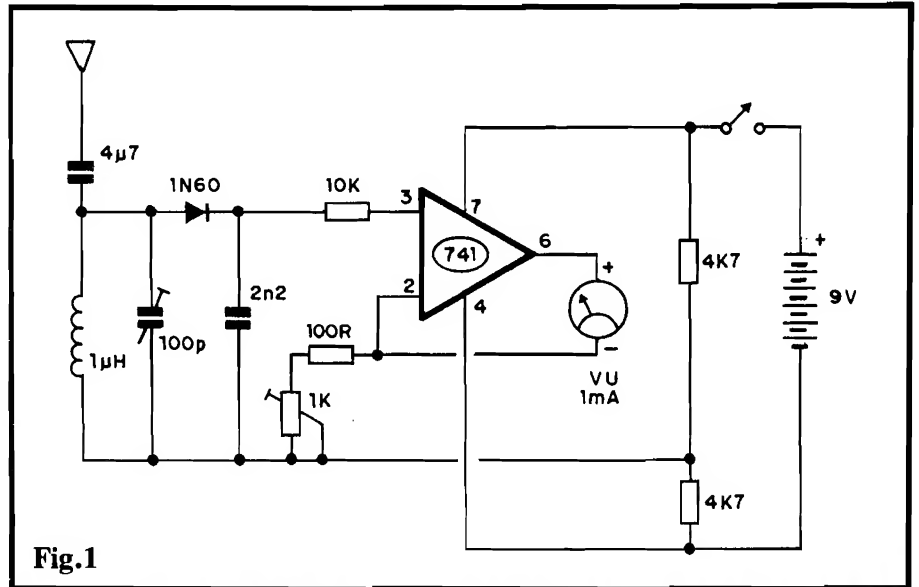

Fig.1
- **FIG. 1 - O CIRCUITO** - Absoluta simplicidade, para manter a quantidade de componentes e a complexidade num mínimo absoluto, além de conter o custo dentro de faixa aceitável... Essa é a principal marca do circuito, porém sem perda das desejadas sensibilidade, praticidade e validade... Um "toquinho" de antena (15 a 25 cm.) recebe os sinais emitidos pela estação de PX e os envia (através do capacitor de $4\mu 7$) a um arranjo sintonizável L-C (bobina/trimmer) parametrado para abranger toda a "região" pretendida de Frequências... Facilitando bem as coisas para o Leitor/Hobbysta/"pexiszeiro", a bobininha nem precisará ser "feita em casa", já que trata-se de um micro-choque comercial, de 1 uH, encontrável em qualquer loja de componentes a preço "maneiro"... Quanto ao capacitor variável, não passa de um trimmerzinho cilíndrico (tipo "Dau"), também de baixo custo e fácil aquisição. O diodo de germânio 1N60 (outro, de germânio, também poderá ser usado, sem problemas...) retifica e demodula o sinal e, após a passagem pelo filtro oferecido pelo capacitor de $2n2$, injeta o resultado na Entrada Não Inversora de um sensível Amplificador Operacional 741 (Integrado "manjadíssimo", também de baixo custo e fácil de encontrar), via resistor de 10K... A Saída do Operacional (pino 6) é aplicada diretamente ao galvanômetro (miliamperímetro ou V.U com fundo de escala recomendado em 1 mA...) e retorna ao "terra" do circuito (juntamente com a Entrada Inversora, pino 2 do 741), através do arranjo resistivo formado pelos componentes de 100R (fixo) e 1K (ajustável - trimmerpot...), os quais (pelo ajuste do trimmerpot...) podem determinar o ganho geral do bloco... Notar que - como o 741 precisa de uma fonte split (simétrica) para perfeito desempenho nesse arranjo, a Tensão geral de alimentação, 9V, proveniente da bateria, é convenientemente "fatiada" em duas metades, através do totem de resistores de 4K7, de modo a oferecer um "terra virtual", com nível de Tensão correspondente à metade dos 9V originais... Nada mais precisa ser dito, e nada mais precisa ser perguntado (parece linguagem de taquígrafo de Tribunal...). Os valores dos componentes já foram previamente computados de modo que em seus ajustes médios ("meio giro") tanto o trimmer quanto o trimmerpot já posicionam o circuito do MSPX para abranger também as condições médias de utilização... Obviamente que alguns "retoques" nesses ajustes, ajudarão a